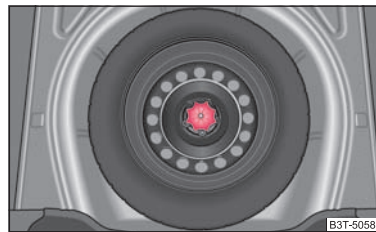

Abb. 195 Gepäckraum: Reserverad
Das Reserverad liegt in einer Mulde unter dem Bodenbelag des Gepäckraums und ist mit einer Spezialschraube befestigt ⇒ Abb. 195.
- Verstauen und befestigen Sie das ausgewechselte Rad mit einer Spezialschraube in der Reserveradmulde ⇒ Seite 240, Abb. 195.